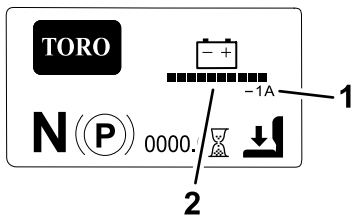

Figure 19
- **Écran d'information principal (Figure 19)** : il affiche les données actuelles de la machine quand la clé est à la position CONTACT. Cet écran affiche le niveau de charge et l'intensité du système de batteries.